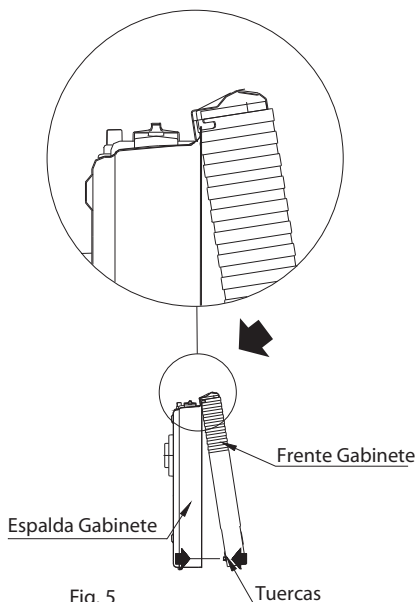

Fig. 5
- Deslice el Frente del Gabinete desde arriba hacia abajo insertando las 2 lengüetas superiores del Frente en las ranuras ubicadas en la parte superior de la Espalda. Asegúrese que el frente gabinete se apoye por delante de la pestaña de la espalda (Fig. 5).